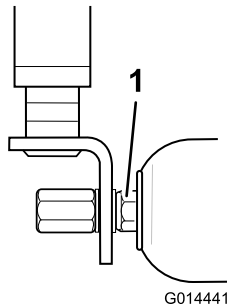

Figure 79
2. En cas de jeu axial excessif, utilisez la clé fournie pour serrer avec précaution les écrous à chaque bout du rouleau jusqu'à la suppression du jeu (Figure 79).